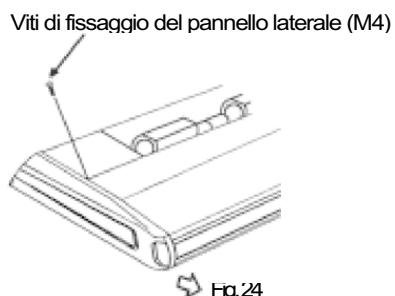

Fig. 24
- Rimuovere le viti di fissaggio del pannello laterale tirare in avanti per rimuoverlo (come illustrato e secondo la freccia). (Fare riferimento alla Fig. 24).